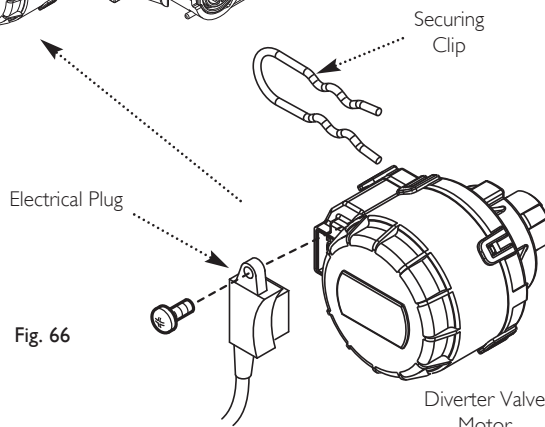

Fig. 66
13.19 Diverter Valve Motor (Fig. 66)